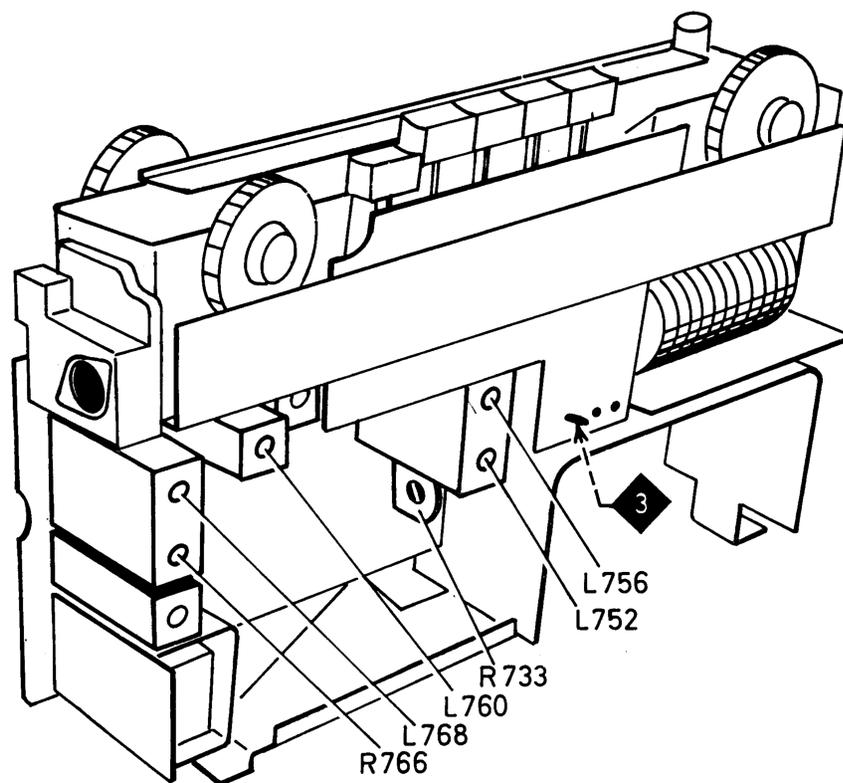

Fig. 7
3. Den Ruhestrom ca. 1 Minute nach dem Einschalten des Gerätes mit dem Einstellregler R733 auf $6 \text{ mA} + 1,2 \text{ mA} - 0,6 \text{ mA}$ bei einer Batteriespannung von 9 V einstellen, Fig. 7.
3. Approx. 1 minute after switching on set, set zero signal current via adjuster R 733 to $6 \text{ mA} + 1.2 \text{ mA} - 0.6 \text{ mA}$ at a battery voltage of 9 V, see fig. 7.
³⁾ Ein AM-Signal, 400 Hz, 30 % moduliert, soll eine Ratiospannung von 1,4 V erzeugen. Dann mit R 766 ein Spannungsminimum am Outputmeter einstellen, Fig. 7.
³⁾ An AM signal, 400 cs, 30% modulated, must produce a ratio voltage of 1.4 V. Adjust a voltage minimum at the outputmeter by means of R 766, see fig. 7.